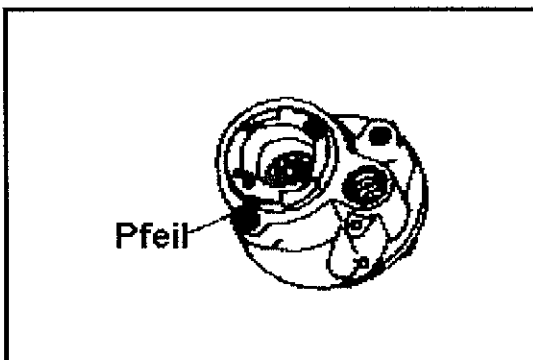

**Abb. 7-23 Montage des Schieberrings im Pum-
- Den Schiebering mit der Pfeilrichtung in das Gehäuse hinein an den Haltestiften anbringen. Siehe Abb. 7-23. Im Betrieb dreht sich der Schiebering vom Ende der Riemenscheibe aus betrachtet im Uhrzeigersinn.